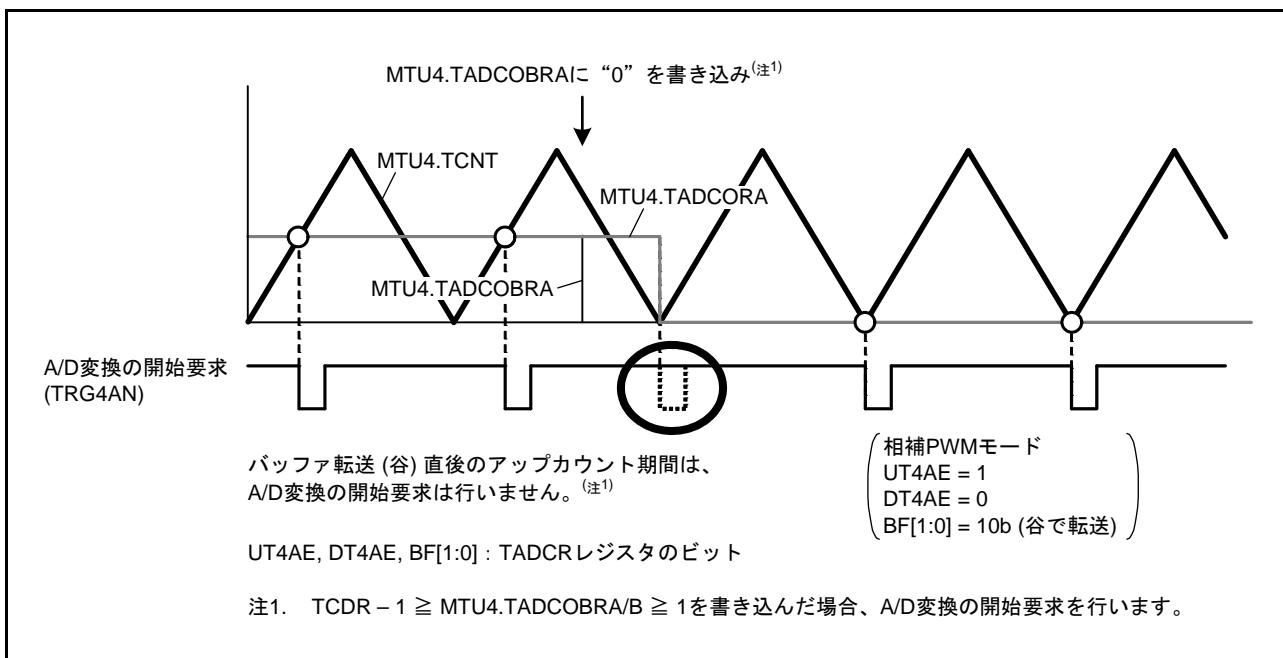

図 22.125 MTU4.TADCOBRA に “0” を書き込んだときの A/D 変換の開始要求
- MTU4.TADCOBRA, MTU4.TADCORB レジスタに “0”、かつ、MTU4.TADCR レジスタの UT4AE, UT4BE ビットに “1” を設定して、MTU4.TCNT カウンタの谷でバッファ転送したとき、転送直後のアップカウント期間については A/D 変換の開始要求を行いません（図 22.125）。